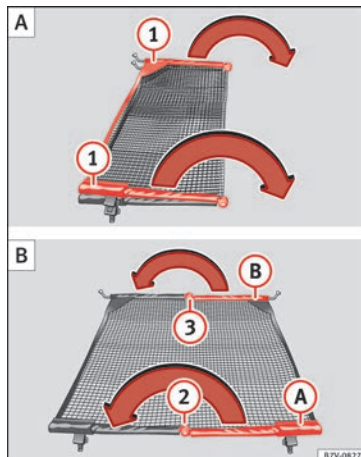

Fig. 166 Dépliez le filet de séparation ① puis repliez-le ② et ③.
Dépliez entièrement les barres transversales du filet de séparation » **fig. 166 ①** dans le sens de la flèche jusqu'à ce que vous entendiez un « clic ».
- Appuyez sur le bouton de déverrouillage » **fig. 166 ②** puis pliez la barre **A** dans le sens de la flèche avec le bouton de déverrouillage enfoncé.
- Appuyez sur le bouton de déverrouillage » **fig. 166 ③** puis pliez la barre **B** dans le sens de la flèche avec le bouton de déverrouillage enfoncé.